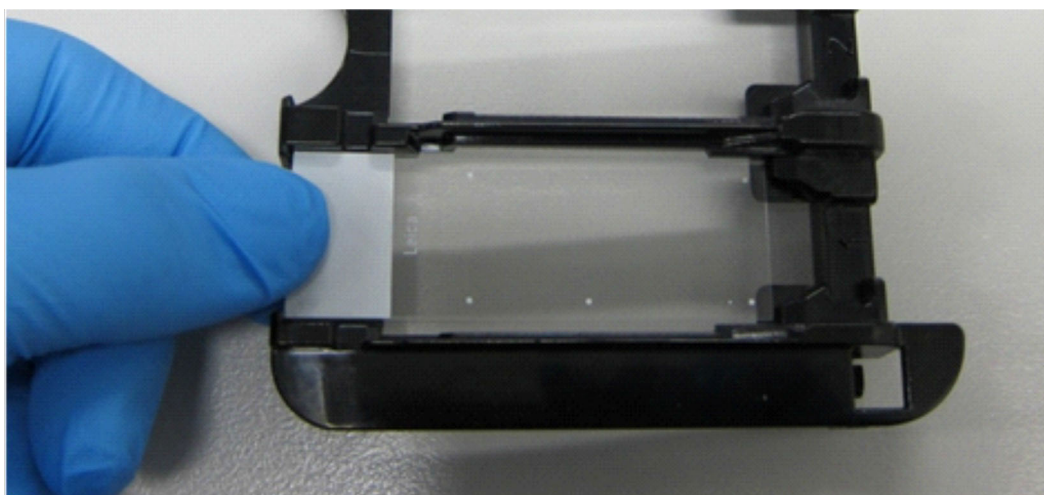

Рисунок 43: Расположение препарата в лотке
2. Расположите препарат над пустым гнездом в лотке для препаратов, стороной с этикеткой над выемкой в боковине лотка (см. Рисунок 43). Опустите препарат, чтобы он занял место в углублении лотка.